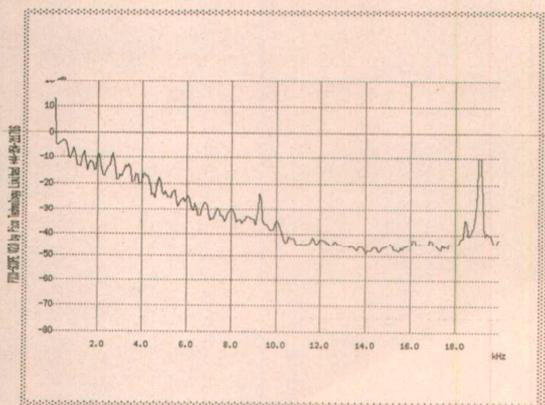

Figure 1 : le spectre d'un signal stéréo multiplexé.
très largement couvert : la figure 1 montre par exemple qu'on distingue parfaitement le signal pilote à 19 kHz dans le spectre d'une transmission stéréophonique multiplex!
De même, toutes les commutations s'effectuent par relais électromécaniques et inverseurs analogiques, ce qui donne la possibilité du pilotage par microprocesseur. En figure 1 est représenté le synoptique du montage. Comme on le remarque, il est constitué de divers étages interconnectés ou non entre eux.
■ Figure 1 : synoptique.